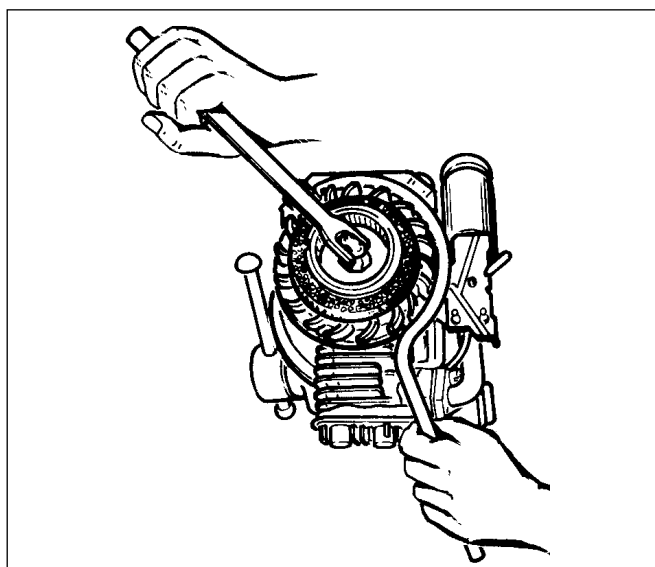

Abb. 3
- Entfernen Sie die Schwungradmutter und die Starterschale. Halten Sie das Schwungrad mit einem Bandschlüssel (Werkzeug-Nr. 670305) oder einem Schraubenschlüssel (Werkzeug-Nr. 670217), um ein Durchdrehen des Schwungrads zu vermeiden (Abb. 3).